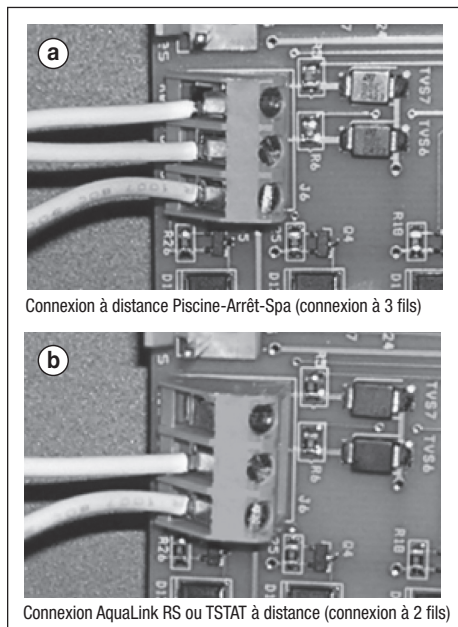

Figure 10. Câblage de connexion à distance
4. Connecter le câblage du système de contrôle de la piscine/du spa à la borne de télécommande de la thermopompe. Voir Figure 10(a).
4. Connecter le câblage du système de contrôle de piscine/spa à la borne de télécommande de la thermopompe. Voir Figure 10(b).